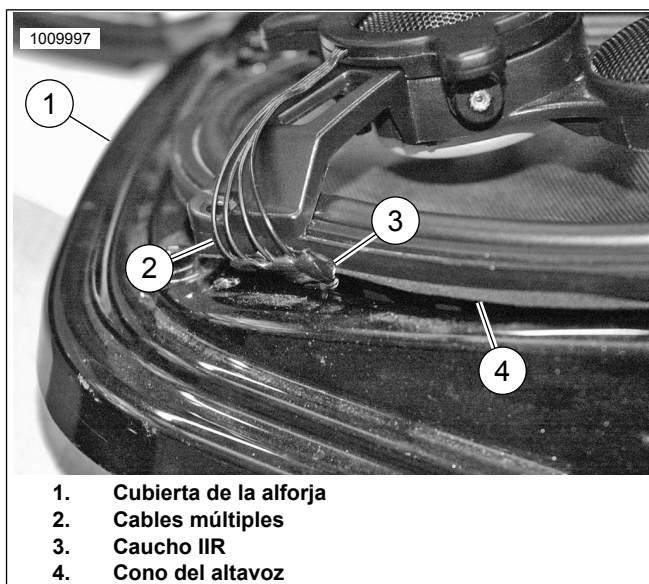

Figura 9.
1. Consulte la Figura 9. Verifique si el caucho IIR (3) se encuentra entre el área del cable múltiple (2) y la cubierta de la alforja (1). Esto debe envolver los cables y sellar el cono del altavoz (4) a la cubierta de la alforja para evitar la entrada de agua.